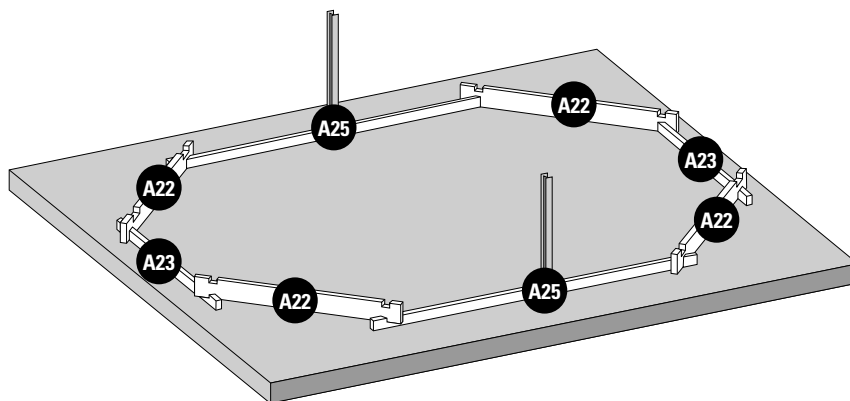

Fig. 1 / Abb. 1 / Afb. 1
**INSTALLATION OF THE FIRST LAYER OF BOARDS:** • Build the first layer placing boards (A22), (A23) and (A25) as shown by figure 1. • Adjust the shape of the pool using the inside dimensions indicated in the installation diagram (see page 43). • The drawing shows the inside dimensions of the pool for the different opposing diagonals. After having installed the first layer, you should check the inside dimensions of the pool.
**POSITIONNEMENT DE LA 1ÈRE RANGÉE DE MADRIERS :** • Constituez la première rangée, en disposant les madriers (A22), (A23) et (A25) comme indiqué sur la figure 1. • Ajustez la forme de la piscine en vous aidant des dimensions intérieures indiquées sur le plan d’implantation (Voir page 43).
**POSITIONIERUNG DER ERSTEN REIHE VON BRETTERN:** • Errichten Sie die erste Reihe, indem Bretter (A22), (A23) und (A25) platzieren, wie Abb. 1 zeigt. • Passen Sie die Form des Pools an, indem Sie die angezeigten Innenmaße verwenden, die in der Einbauezeichnung (Siehe Seite 43) aufgeführt sind.
**PLAATSING VAN DE EERSTE RIJ PLANKEN:** • Construeer de eerste rij door het plaatsen van planken (A22), (A23) en (A25) zoals te zien is op afbeelding 1. • Plan de vorm van het zwembad aan waarbij u gebruik maakt van de interne afmetingen die zijn aangegeven op het montageplan (Zie pagina 43).